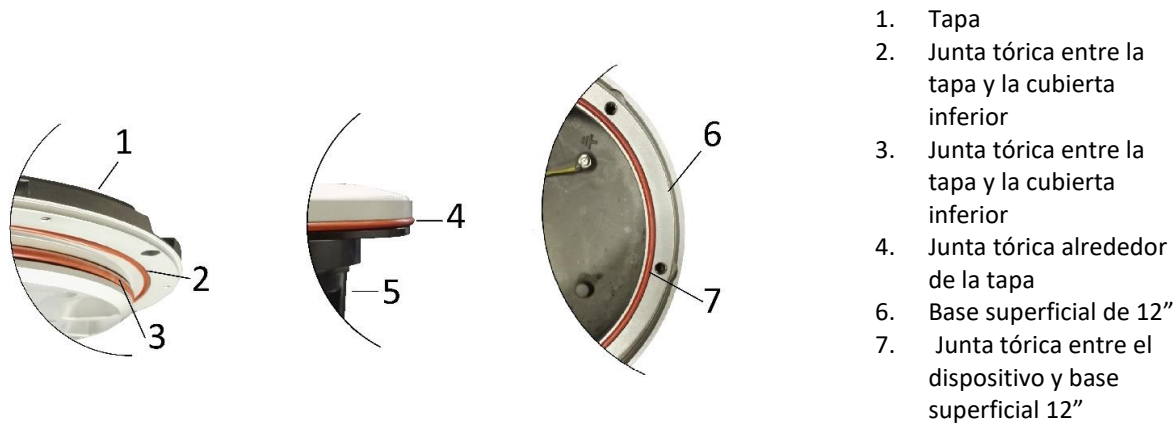

Figura 23– Juntas del Dispositivo Luminoso
- dos junta tóricas entre la tapa y la cubierta inferior (Figura 23 - n°2 and 3);
- junta tórica alrededor de la tapa (Figura 23 - n°3);
- Junta tórica entre el dispositivo y la base superficial de 12” (Figura 23 - n°7);